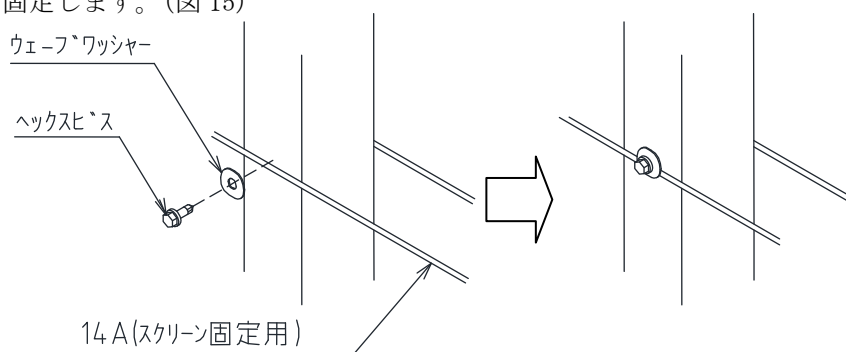

図 15
- ・角鋼とH鋼の谷部の場合はウェーブワッシャーをサイドワイヤーにあてがいヘックスビスで固定します。(図15)